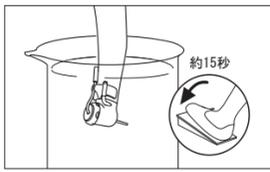

図14
- 2 ハンドピースのヘッド側を約20mm水中に入れ15秒程度正回転、逆回転で回転させてください。(図14)